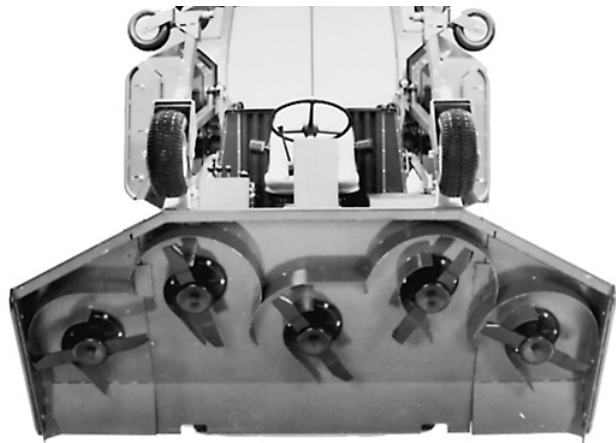
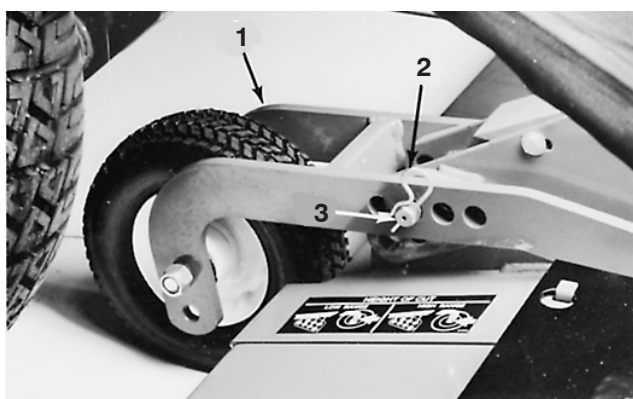

Bild 59
Bild 60
Hinweis: Obwohl das für normale Wartung nicht erforderlich ist, lässt sich das vordere Mähwerk ganz hochklappen (Bild 59). So klappen Sie das Mähwerk hoch:
3. Nehmen Sie die Splints und Lastösenbolzen von den zwei (2) hinteren Laufrädern ab (Bild 60). Legen Sie den linken Lastösenbolzen zur Seite und setzen Sie den rechten in das vorderste Loch im Laufradarm rechts am Mähwerk (Bild 59). Der Laufradarm und der Stift sollten oben am Mähwerk aufliegen.
6. Sie sollten das Mähwerk immer mindestens zu zweit hochklappen. Fassen Sie die Vorderseite des Mähwerks an und heben es in eine hochgeklappte Stellung an (Bild 59).